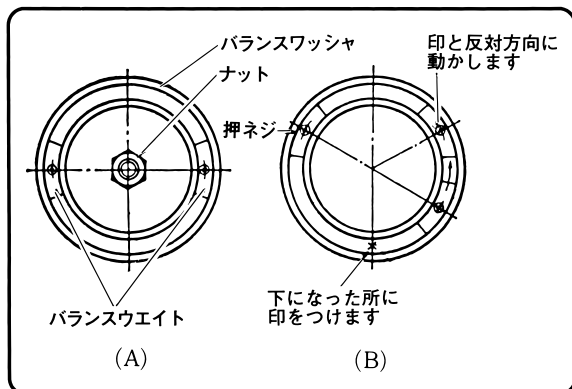

図 13
2. まず図13 (A) のようにバランスウエイトを対称の位置において締付けます。次に手でトイシをゆっくりまわし、しばらくするとトイシは静止します。このとき真下になったところに印をつけます。これを数回くり返すと大体いつも下にくる位置がわかります。これは印側の方が重いからです。バランスを調整するためには、バランスウエイトを印と反対方向に動かしします。
3. そこで図13 (B) のように、バランスウエイトを動かして締付けます。前記動作をくり返し行い、トイシが静止した時、印をつけた位置が一定しなくなったら、バランスがとれたこととなります。